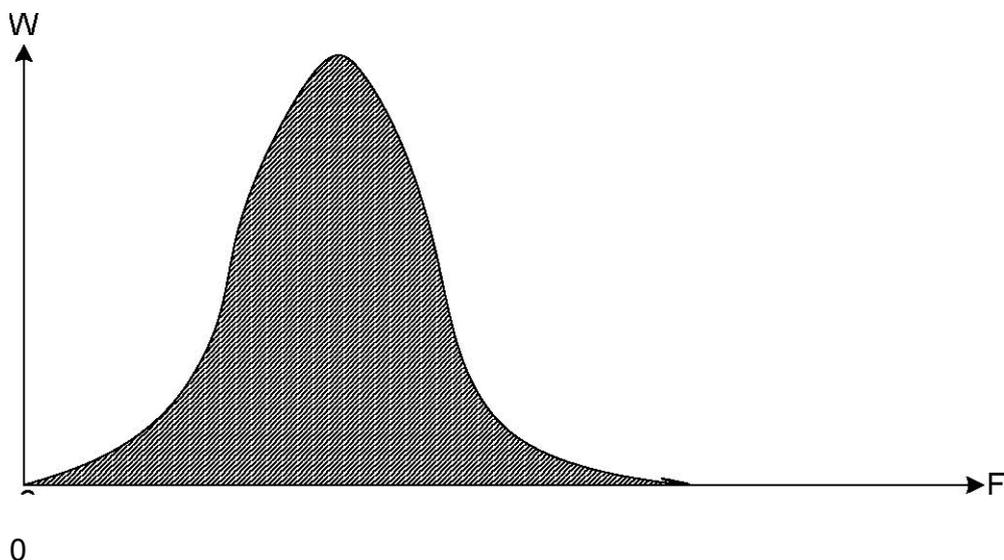

Рисунок 1
10.6. Подключить межблочный кабель к ПБ, БИВ и БП (смотри рисунок 1 приложения Е разъем «Сигнал»).
10.22. Ниже по ходу течения жидкости на расстоянии от 200 до 300 мм от герметичного контейнера устанавливается датчик уровня. Для его установки в нижней части трубопровода сверлится отверстие диаметром 8 мм и нарезается резьба М10. В подготовленное отверстие вкручивается на «Фум» ленте соединительный штуцер. К штуцеру подключается гибкий шланг. Второй конец гибкого шланга подсоединяется к штуцеру на блоке БИВ (рис. 1 приложение ж).
Если нет возможности установки датчика давления снизу трубопровода, то его можно установить сверху. Для этого сверху трубопровода сверлится отверстие диаметром 16 мм, и вставляется металлопластиковая трубка уровня с гибким шлангом, конец которого подсоединяется к штуцеру на блоке БИВ (рис.1 приложение Ж).
11.1. На лицевой панели ПБ (смотри рисунок 1 приложения В)